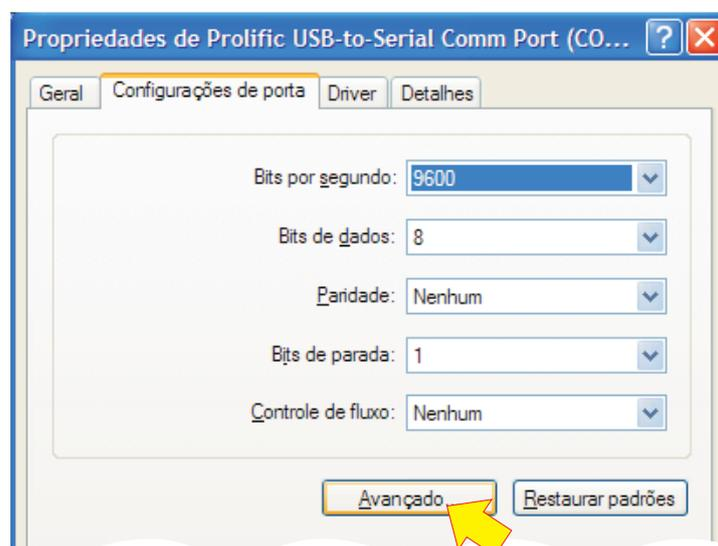

figura 4
d) Clique com o botão direito na porta (COM) a ser alterada e selecione 'Propriedades' para abrir uma janela como na figura 4 abaixo, então clique no ícone 'Avançado'.